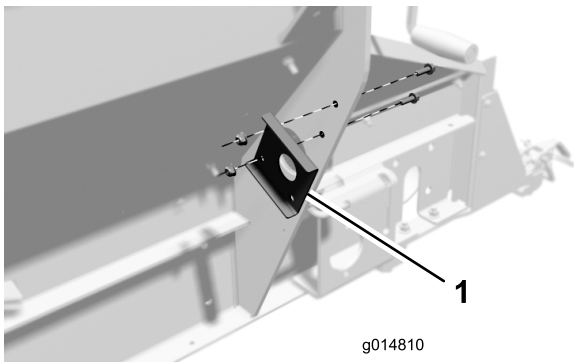

図 4
6. 図 4 のようにライト用ブラケットを取り付ける；5/16 x 1 インチのフランジ・ヘッドねじ 2 本と 5/16 インチのフランジ・ナットを使用し、各ガセットプレートについてこの作業を行う。大きい穴はずれているので、この穴が機体の外側に近くなるように取り付ける。